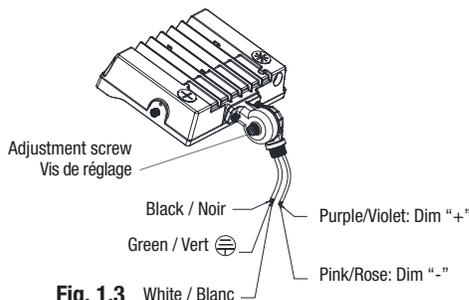

Fig. 1.3
4. Make wiring connections as follow (Fig. 1.3):
4. Effectuer les connexions de câblage comme suit (Fig. 1.3) :